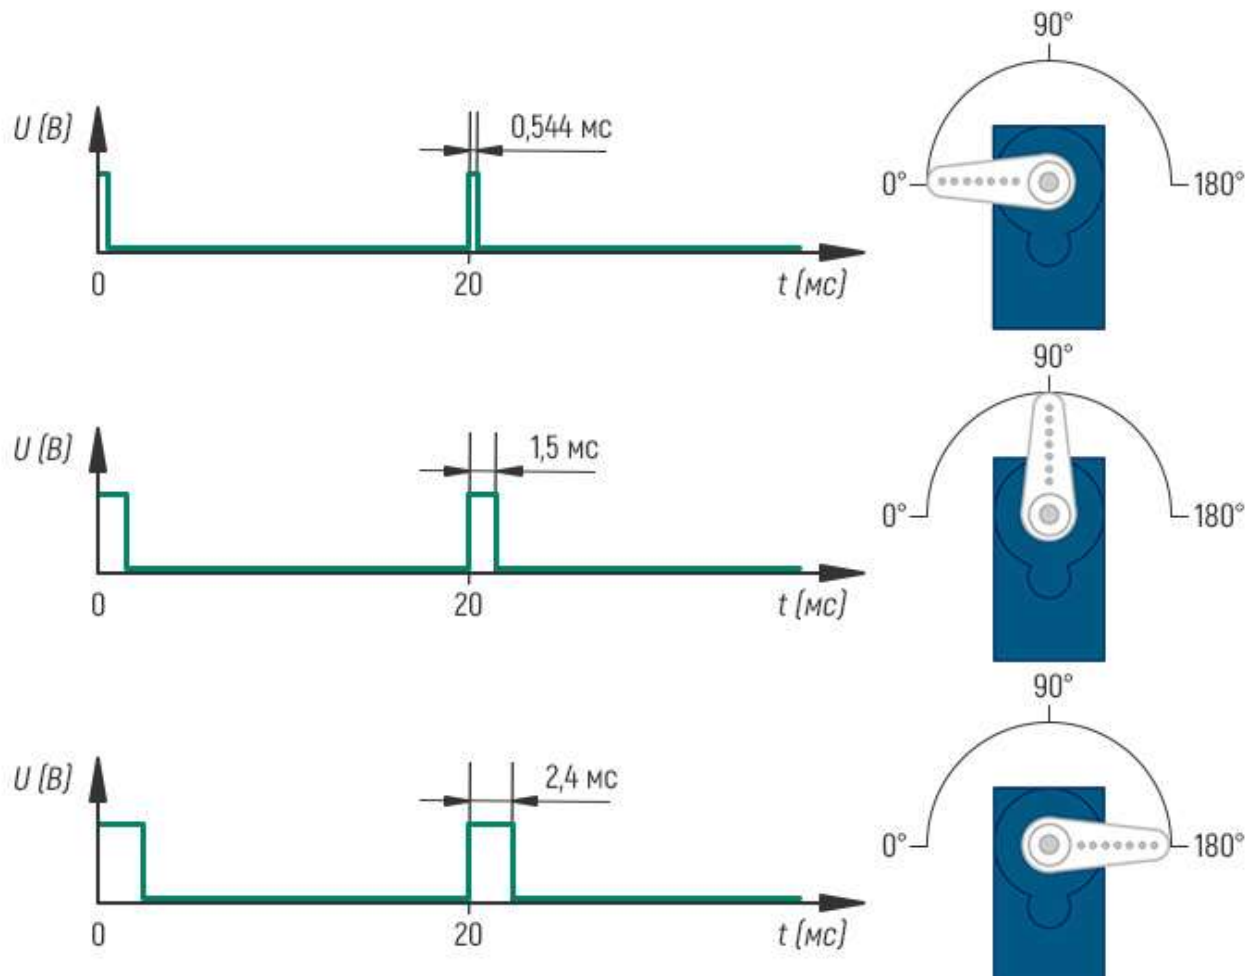

Рис.3.2 – Діаграма сигналів керування сервоприводом.
2. Розробити програмний код системи керування для забезпечення повороту валу сервопривода згідно діаграм (рис.3.2).